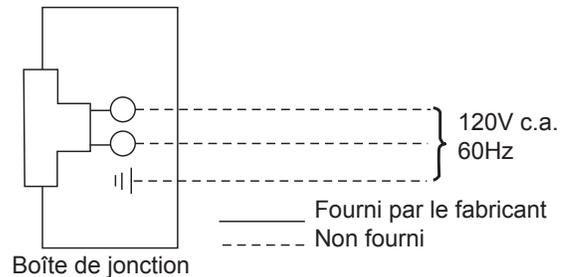

Figure 44 -
3. Le couvercle de la boîte de jonction est muni d'un réducteur de tension de type « romex » installé en usine. Une fois les câbles branchés, acheminez les conducteurs à travers ce réducteur de tension. Reportez-vous au schéma de câblage à la Figure 44.